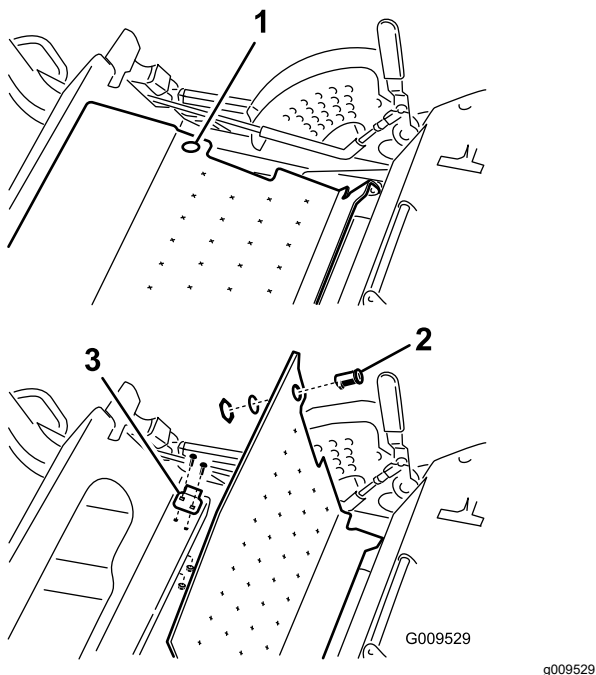

Figura 6
1. Eleve a chapa do piso (Figura 6).
2. Instale o trinco da placa do piso na estrutura (Figura 6) utilizando dois parafusos de carroçaria (1/4 x 3/4 pol.) e duas porcas de bloqueio (1/4 pol.).